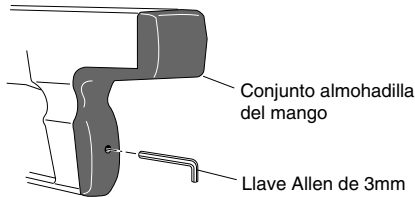

Figura 5 - Retiro del conjunto almohadilla del mango
1. Con una llave Allen de 3mm, afloje el tornillo posterior del conjunto almohadilla del mango. No retire el tornillo del conjunto (vea la figura 5).